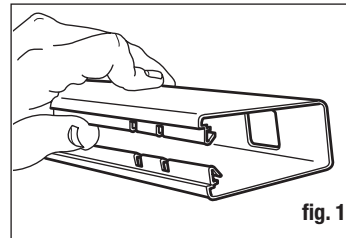

fig. 1
- Prenez l'une des traverses et ouvrez doucement la gorge à la main, ou utilisez un coin de bois (fig. 1). Ceci deviendra la traverse inférieure de l'ensemble.
La plupart des jardins sont relativement à niveau et permettront une installation assez simple. Si votre jardin est incliné ou très inégal, assurez-vous d'avoir la hauteur de montage nécessaire du panneau adjacent lorsque vous installerez vos poteaux. Vous aurez besoin de « créer un effet d'escalier avec vos panneaux dans des cas extrêmes (fig. 1).
- Tome uno de los pretiles y abra cuidadosamente la estricción con la mano o una cuña de madera (fig. 1). Esta pieza se convertirá en el pretil inferior del ensamblado.
La mayoría de los jardines son relativamente planos y permiten una instalación sencilla. Si su jardín es muy empinado o desigual, asegúrese de dejar la altura de montaje deseado para el panel adyacente cuando coloque los postes. En casos extremos es posible que necesite "escalonar" los paneles (fig. 1).